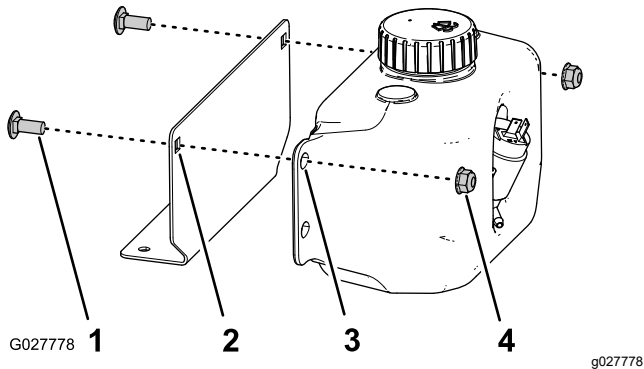

Figuur 34
3. Verwijder de plug uit de dakconsole (Figuur 34).